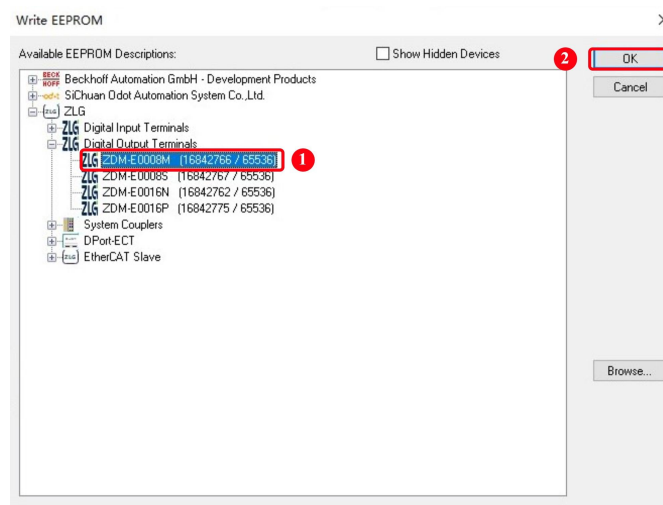

图 6.3 烧录 ESI 文件至 EEPROM
3. 跳转至烧录界面，选中需要烧录的 ESI 文件（此处以 ZDM-E0008S 为例），点击 OK 即开始烧录对应的 ESI 文件，如图 6.3 所示。